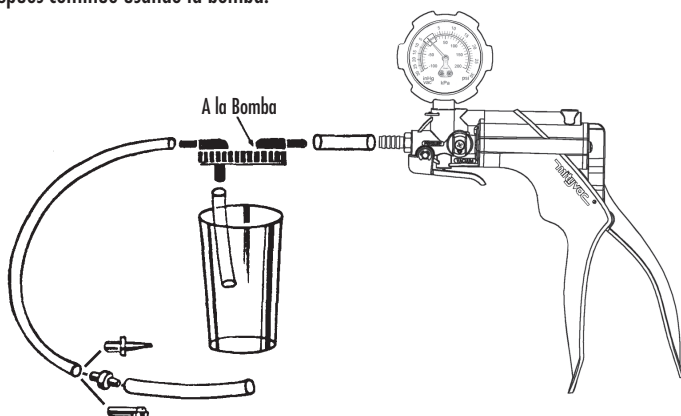

FIGURA 18: JUEGO DE PURGA DEL FRENO
3) Introduzca deslizando 1½" de tubo entre la bomba y la tapa del vaso del depósito, en el orificio marcado "TO PUMP" (a la bomba) (FIGURA 18).